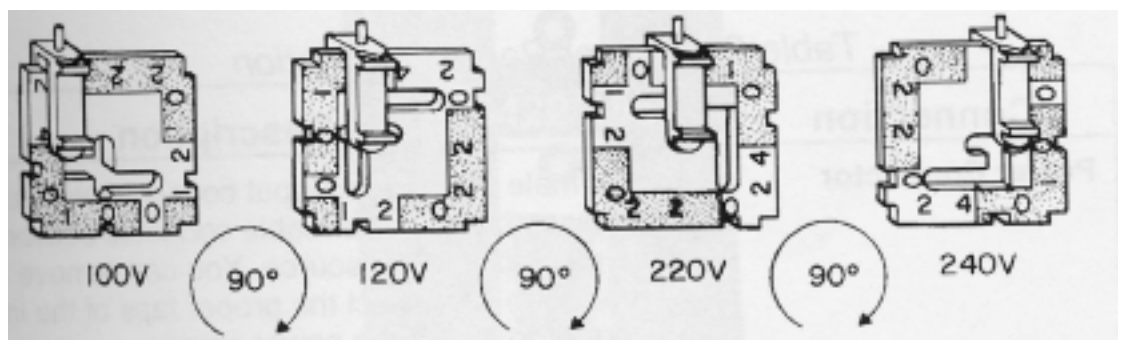

图 3-11 电压选择片
4. 定位电压选择片，使白色销子指向上方，如图 3-11 所示。